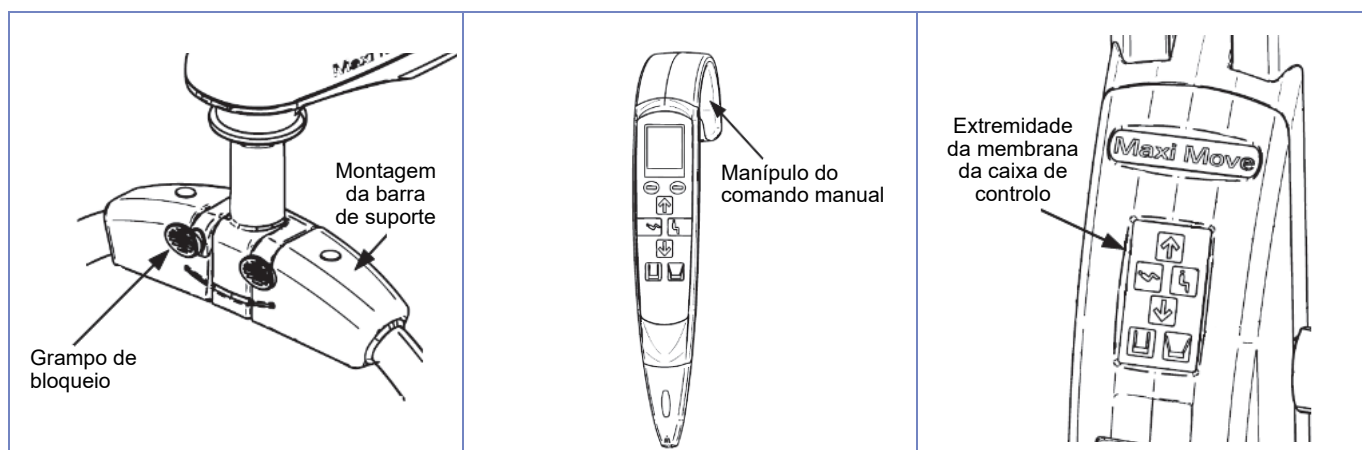

Fig. 77
**NOTA:** Preste especial atenção às áreas identificadas abaixo (consulte a Fig. 77). São as que têm mais probabilidade de conter germes. Use uma escova pequena e/ou um cotonete para as alcançar.